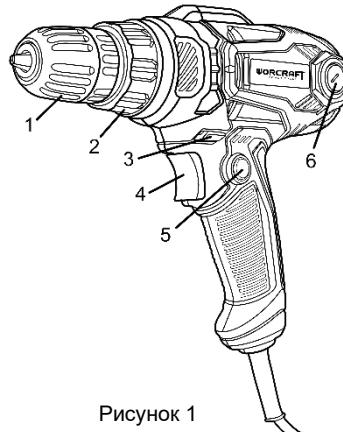

Рисунок 1
4.1 Встановіть необхідний крутний момент за допомогою кільця регулятора моменту затягування (2) (див. рисунок 1).
4.3 Для ввімкнення виробу натисніть на курок вимикача (4) (рисунок 1). Для вимкнення виробу слід курок відпустити. Регулювання швидкості обертання патрона здійснюється ступенем натискання на клавішу вимикача.